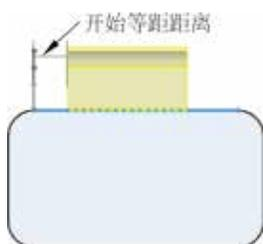

图 5.38 开始等距距离
-  (开始等距距离) 按钮: 用于设置斜接法兰开始位置与截面之间的间距, 如图 5.38 所示。